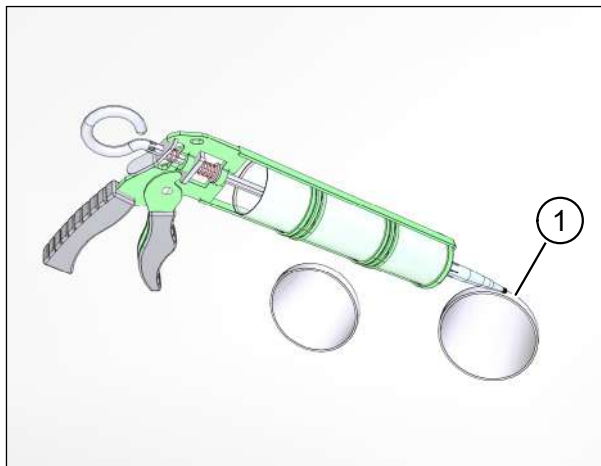

Fig. 72: Impermeabilizzazione dei tubi dell'aria sulla parete esterna
- ▶ Smussare i due biselli di apertura del tubo (pos. 1 nella Fig. 72) di circa  $5 \times 45^\circ$  per creare un'intercapedine per i giunti ermetici con sigillante elastico durevole.